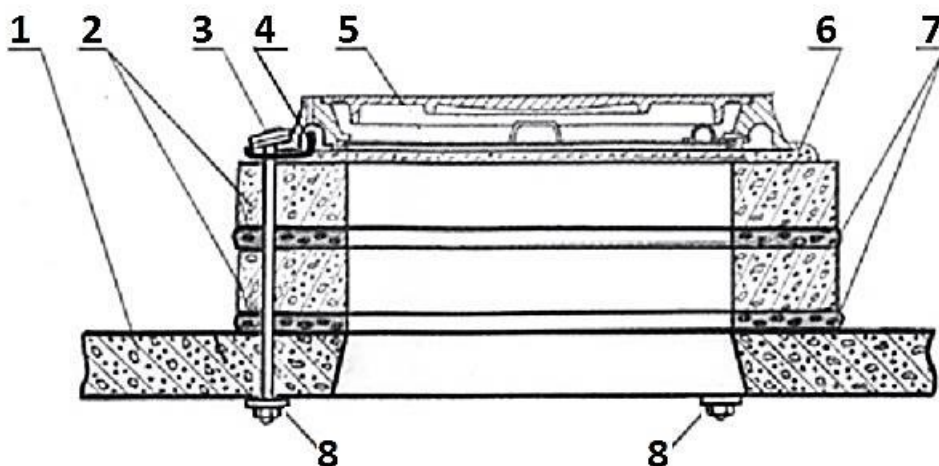

Рис. 8. Горловина из двух колец КО-1, сформированная с применением набора «СНКЛ-3 ССД»:
5.7. Высверливают отверстия в кольцах на намеченных местах за один проход в кольцах и в перекрытии колодца (рисунок 8) с использованием:
5.11. Надвинув на болты накладки, устанавливают их в отверстия швеллеров, а затем в отверстия, просверленные в кольцах. Утапливают головки болтов в отверстия верхних накладок (рисунок 8).